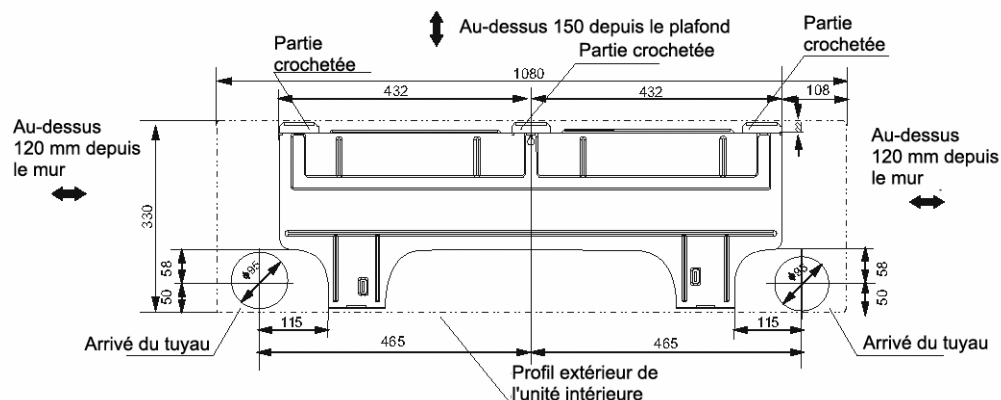

Fig.5
1. Déterminer la position des trous en fonction du diagramme détaillé à la Fig.5. Percer un (1) trou (Φ 95 mm) légèrement incliné vers l'extérieur.